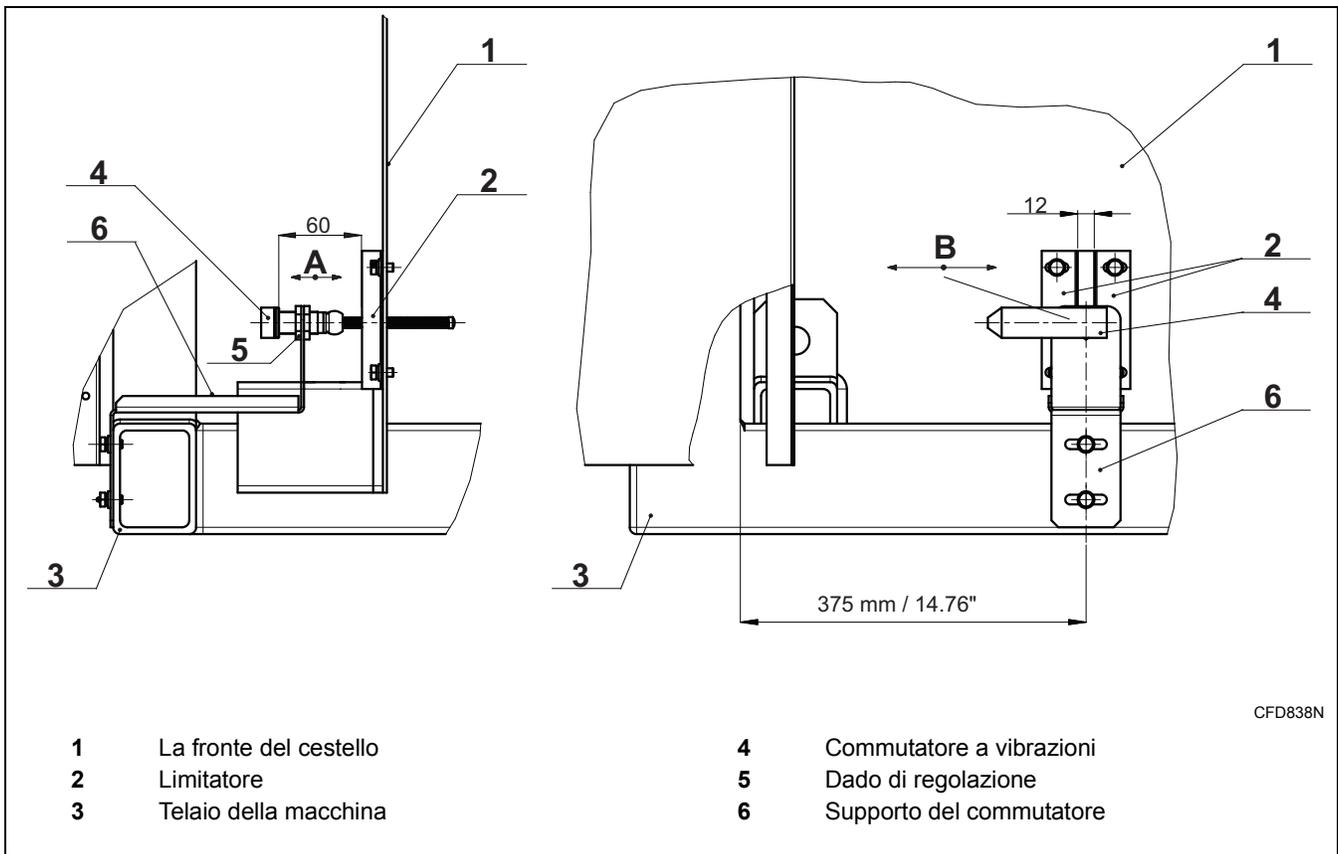

Figura 18
Il gruppo è composto dall'inseritore di vibrazioni (*Figura 18*, pos.4) con un elemento di gestione elastico, iquale è il dado (6) fissato strettamente alla staffa (5) e tutto questo gruppo è fissata con le viti a telaio della macchina (3). Il elemento di gestione del inseritore è messo tra i limitatori (2), i quali sono fissati con le viti alla parte frontale del cestello (1). I limitatori fanno parte del sistema di oscilazione della macchina . Tramite l'installazione del rapporto della loro posizione si stabilisce la sensibilità del commutatore a vibrazioni.